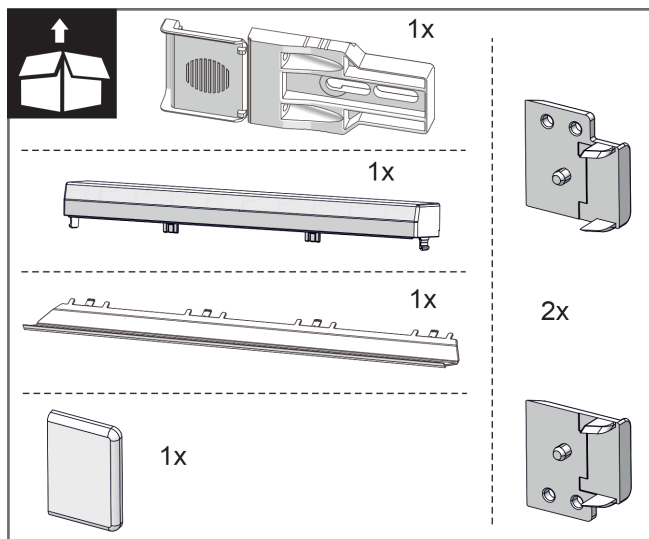
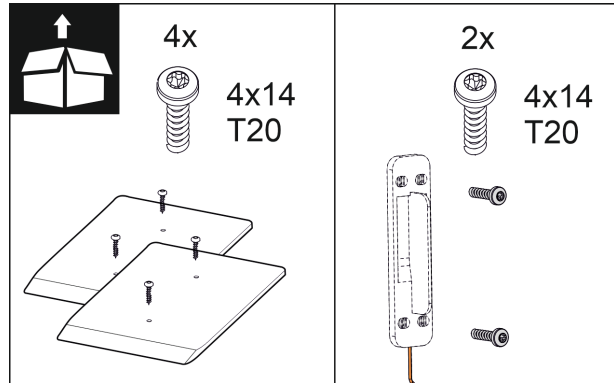

Fig. 11
Fig. 17
2. Zkontrolujte montážní díly v příslušenství. Fig. 11 () až Fig. 17 ()
Montážní díly v příslušenství Fig. 11 () až Fig. 17 ()